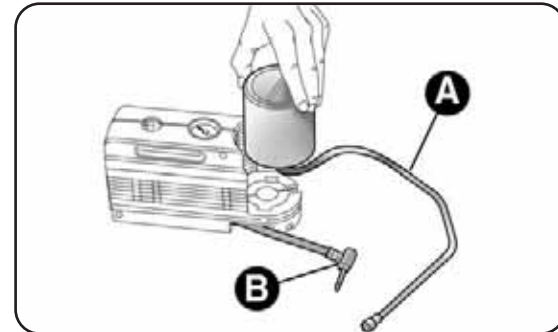

fig. 20
- desconecte el acoplamiento A-fig. 20 y el tubo B;